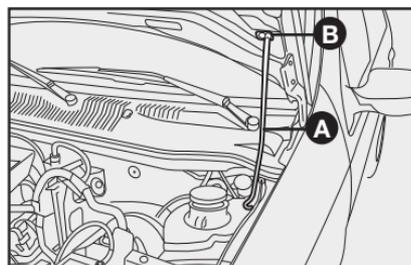

fig. 108
- 4) Introduzir a extremidade da vareta **A** na abertura **B** do capô do motor **fig. 108**.
- 1) Manter levantado o capô com uma mão e, com a outra, tirar a vareta **A**-fig. 108 da abertura **B** e repô-la no seu dispositivo de bloqueio;